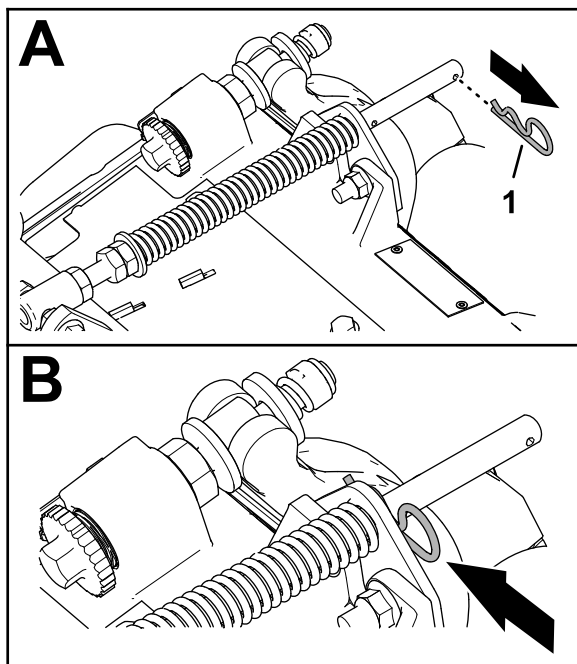

Рисунок 6
1. Если в заднем отверстии штока пружины компенсации установлен игольчатый шплинт, извлеките его и вставьте в отверстие рядом с кронштейном (Рисунок 6).